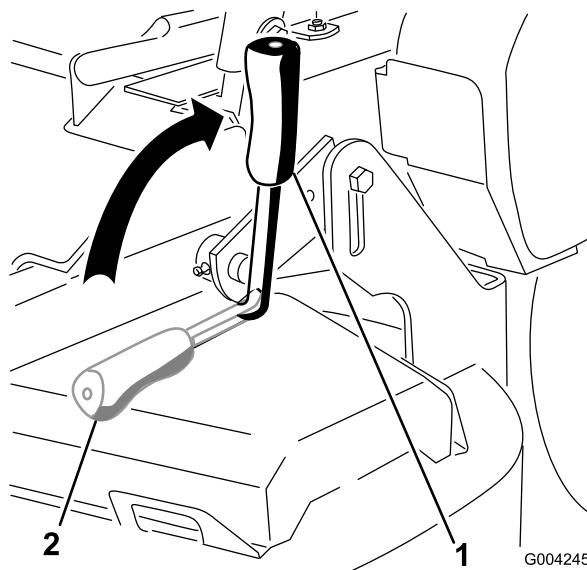

Figure 9
2. Tirez le frein de stationnement vers le haut et l'arrière pour le serrer (Figure 9). Une fois serré, le frein de stationnement ne doit plus bouger.
Poussez le levier du frein de stationnement (Figure 9) vers l'avant et vers le bas pour le desserrer.